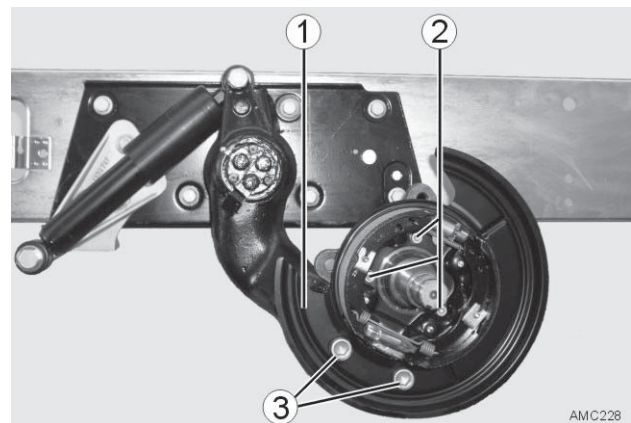

Bild 32
13. Bremsschild (Bild 32 - 1) gem. Montageanweisung des Basisfahrzeugherstellers abbauen.
Schrauben M8x16 (Bild 32 - 2):
Schrauben M16x1,5x30 (Bild 32 - 3):